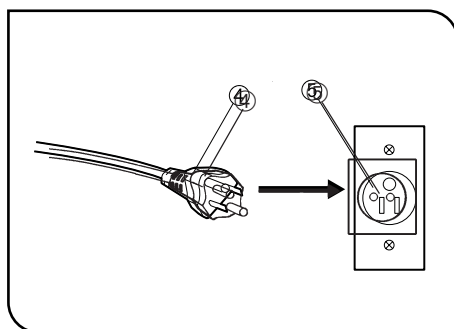

Abb. 32
2. Den Netzkabelstecker ④ in die Wandsteckdose ⑤ einstecken. (Abb. 32)